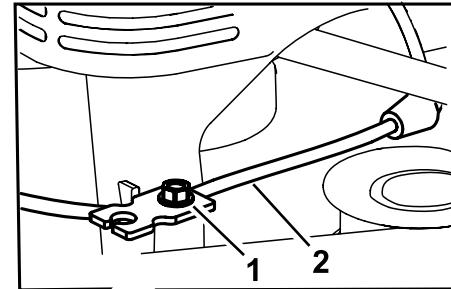

Figure 39
5. Desserrez la vis du serre-câble (Figure 39).